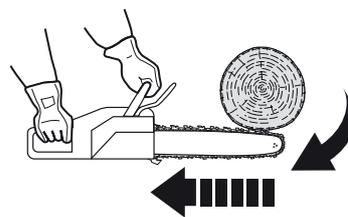

Fig. 35
- > Si la chaîne [6] est pincée au niveau du bord supérieur du guide-chaîne [7], celui-ci peut être projeté brutalement vers l'arrière (Fig. 35).